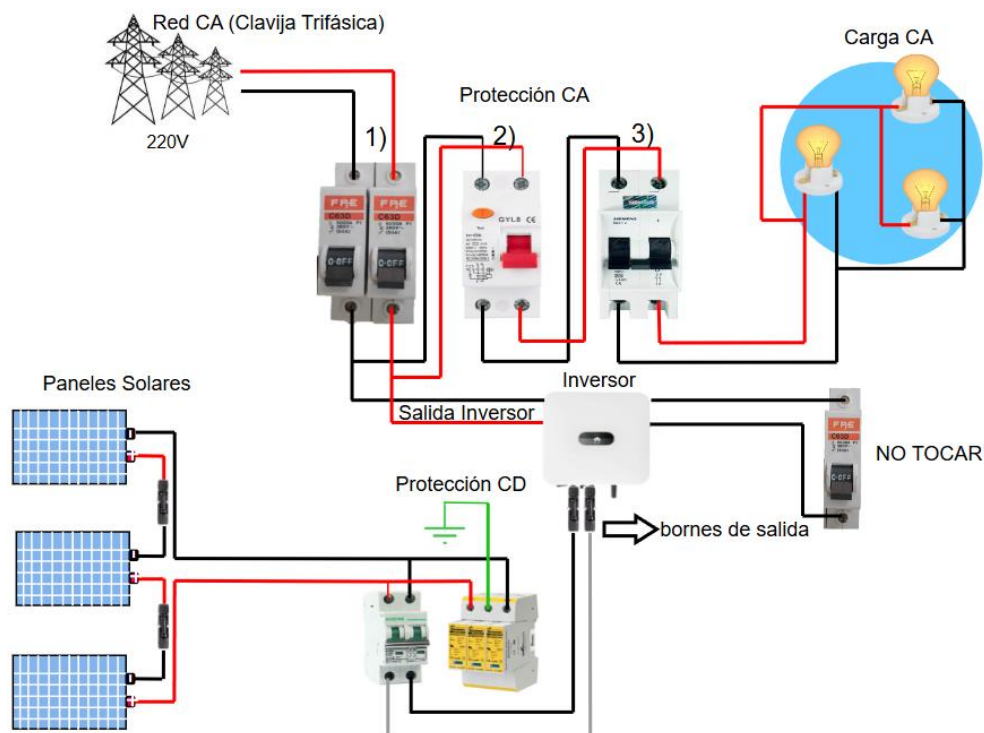

Fig. 96. Diagrama de conexión para la interconexión a la red.
1. Con un multímetro en su función de voltaje de cd mida en los bornes de salida (Ver **Fig. 96**) de la conexión en serie de los paneles solares ubicados en el techo del Laboratorio de Máquinas Eléctricas (cables gris y negro que salen del lado superior derecho de la mesa del área fotovoltaica) y compruebe que el voltaje medido no sea menor a 95 V.
2. Si el voltaje es mayor a 95 V conecte la carga (3 focos como se muestra en la **Fig. 96**), posteriormente retírelos de sus sockets correspondientes.
6. Observe que el interruptor de NO TOCAR de la **Fig. 96** este en su posición OFF, después habilite los interruptores de las protecciones “ 1, 2 y 3 ” de CA.
Nota: Puede guiarse de la **Fig. 96** para observar cuales cables vienen de la red y cuales salen del inversor.
14. Baje la palanca del interruptor termomagnético de la **Fig. 96** marcada con “3”).
16. Baje la palanca del interruptor termomagnético de la red, ver **Fig. 96** la protección marcada con “1)”. 2 segundos después, sube la palanca del interruptor que tiene la leyenda “**NO TOCAR**”.
20. Baje las palancas de las protecciones eléctricas de ca en el siguiente orden “3), 2)” de acuerdo con la **Fig. 96**.